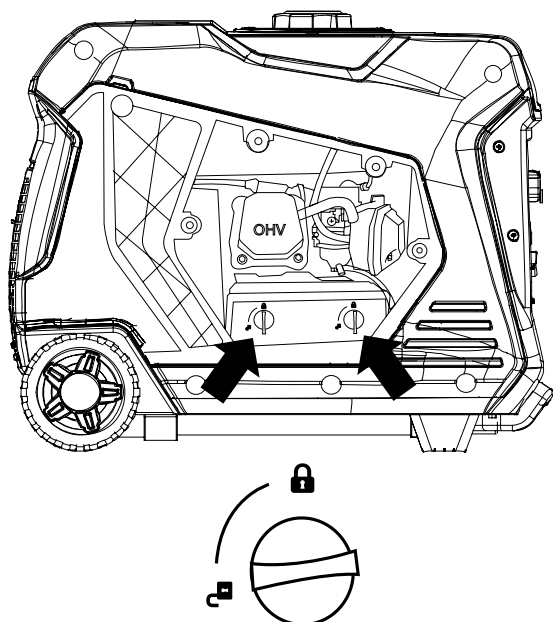

Figure 14: Déverrouiller le couvercle du filtre à air
3. Tournez les 2 boutons sur le filtre à air pour déverrouiller le couvercle. Inclinez le couvercle pour accéder à l'élément en mousse (voir la figure 14).